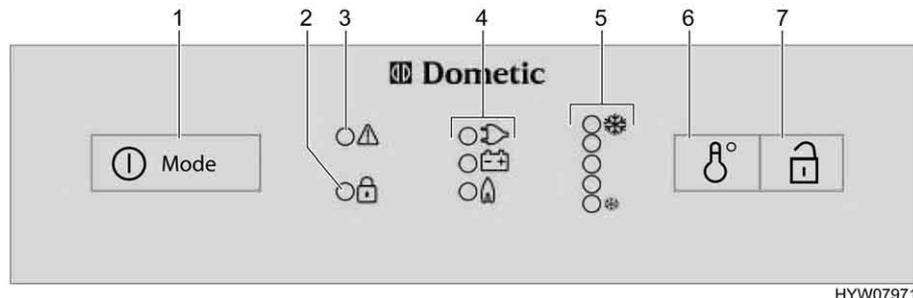

Fig. 234 Elementos de comando para o frigorífico (Dometic da série 8 com MES)
- Prima o interruptor de ligação/interruptor-seletor da energia (Fig. 234,1) durante 2 segundos, para ligar o aparelho. Acende-se o LED do modo de serviço regulado anteriormente.
- Se necessário, prima várias vezes por um breve instante o interruptor de ligação/interruptor-seletor da energia (Fig. 234,1), até se acender a indicação de serviço Gás "🔥". O fornecimento de gás está aberto. O processo de inflamação decorre automaticamente. Ouve-se um ruído de tique-tique até o processo de inflamação estar concluído com sucesso.
- Regule a temperatura de refrigeração com o interruptor para a regulação da temperatura (Fig. 234,6).
- Se necessário, prima várias vezes por um breve instante o interruptor de ligação/interruptor-seletor da indicação da energia (Fig. 234,1) até se acender a indicação de serviço de 230 V "☰".
- Se necessário, prima várias vezes por um breve instante o interruptor de ligação/interruptor-seletor da energia (Fig. 234,1), até se acender a indicação de serviço de 12 V "☰".